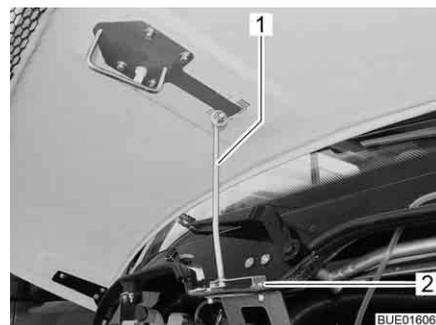

Bild 43 Stütze Motorhaube
- Stütze (Bild 43,1) ausklappen und in die Aufnahme (Bild 43,2) einhängen.